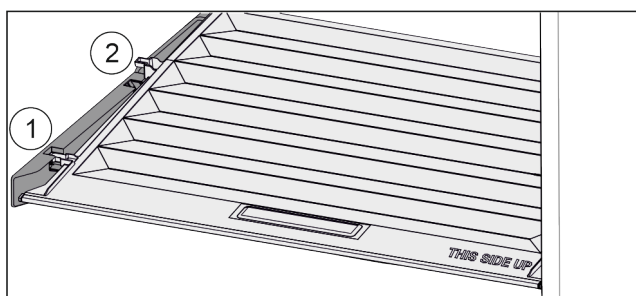

Fig. 115
- ▶ Pokrov povlecite naprej Fig. 115 (1) do odprtine v držalnih delih.
- ▶ Zadaj ga od spodaj dvignite in odstranite Fig. 115 (2) navzgor.